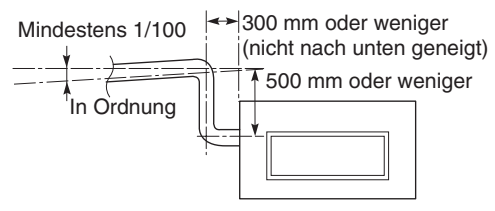

Abb. 3-15
- **Sicherstellen, dass die Ablauföffnung vom Verbindungsabschnitt nicht nach unten geneigt ist (kann zu ungewöhnlichen Geräuschen führen). (Abb. 3-15)**
- **Wenn es erforderlich sein sollte, die Höhe des Ablaufrohrs zu vergrößern, kann der Bereich unmittelbar nach der Anschlussstelle um maximal 500 mm angehoben werden. Der Anschluss darf nicht um mehr als 500 mm höher gestellt werden, da hierdurch Undichtigkeiten entstehen können. (Abb. 3-15)**